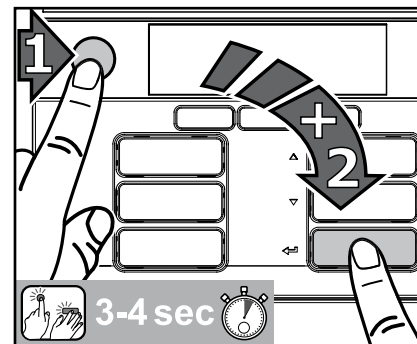

Fig. 24
1. Appuyez d'abord sur le bouton d'ARRÊT, puis sur la touche d'entrée ◀ et continuez d'appuyer sur les deux touches simultanément durant 3 à 4 secondes pour accéder au mode de nettoyage (fig. 24).